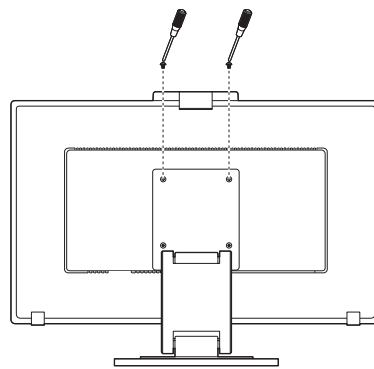

Figura S.3
5. Rimuovere le 2 viti superiori (**Figura S.3**).